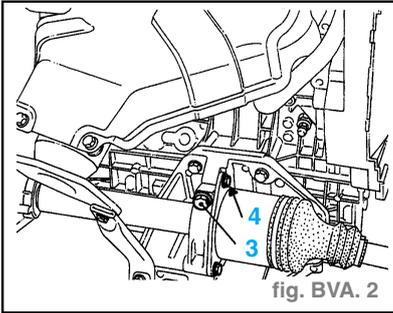

fig. BVA. 2
- Déposer la plaque du palier relais vis (4). (fig. BVA. 2)